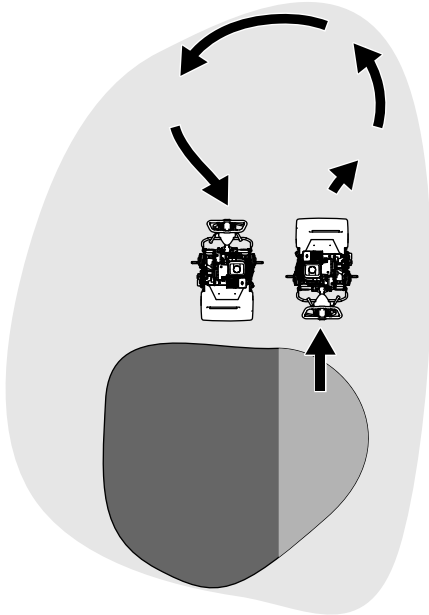

Figura 25
- Gire la máquina fuera del green, elevando el molinete (empujando el manillar hacia abajo) y realizando un giro en forma lágrima sobre el tambor de tracción (Figura 25).
- Localice la palanca de engranaje de la tracción en la caja de engranajes de la transmisión (Figura 25).